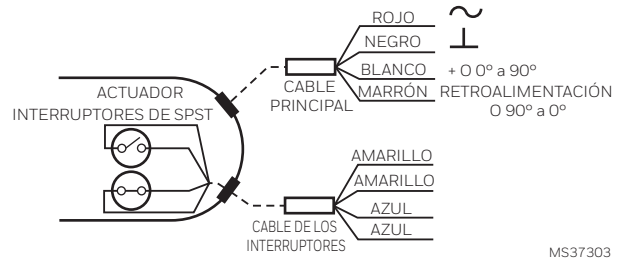

Fig. 10. Detalles de la instalación del cable.
Algunos modelos incluyen interruptores auxiliares. Para obtener detalles sobre el cableado, consulte la Fig. 10.
2. Conecte la alimentación a la alimentación y el cable común. (Consulte la Fig. 10 y la Tabla 3).
4. Aplique la señal de control en la posición totalmente abierta o totalmente cerrada del actuador. (Consulte la Fig. 10 y la Tabla 3).
- a. (0)2-10 V CC: aplique la señal 10 V CC en el cable de control (BLANCO).
- b. 10-(0)2 V CC: aplique la señal (0)2 V CC en el cable de control (BLANCO).
- c. (0)4-20 mA: aplique la señal de 20 mA en el cable de control (BLANCO).
- d. 20-(0)4 mA: aplique la señal de (0)4 mA en el cable de control (BLANCO).
6. Aplique la señal de control en la posición de 0 % del actuador. (Consulte la Fig. 10 y la Tabla 3).
- a. (0)2-10 V CC: aplique la señal (0)2 V CC en el cable de control (BLANCO).
- c. (0)4-20 mA: aplique la señal de (0)4 mA en el cable de control (BLANCO).